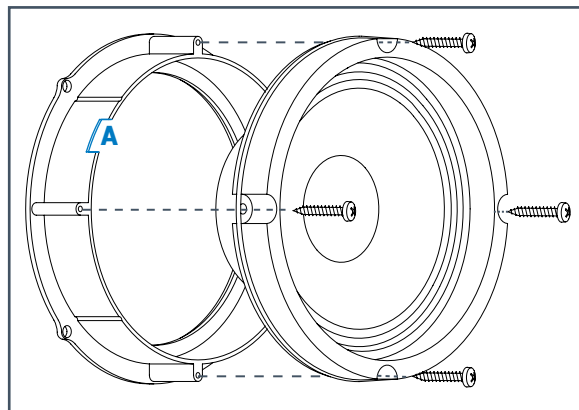

Fig. 27
10.3.1 Far passare il cavo di potenza attraverso lo scasso A (fig. 27) e fissare l'altoparlante tramite le viti in dotazione al KIT.